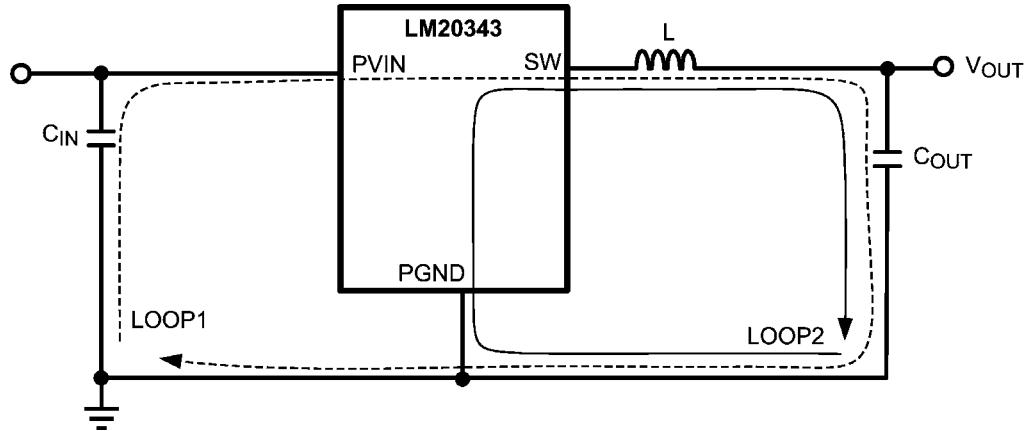

FIGURE 13. Schematic of LM20343 Highlighting Layout Sensitive Nodes
1. スイッチングされた電流ループの面積を最小限に抑えます。降圧型レギュレータには電流が高いスルーレートでスイッチする 2 個のループが存在します。最初のループは入力コンデンサから始まり、レギュレータの VIN ピン、レギュレータの SW ピン、インダクタ、そして出力コンデンサおよび出力負荷につながる経路です。もう 1 つは、出力コンデンサのグランドから始まり、レギュレータの GND ピンを通って、インダクタから出力負荷へと至るループです (Figure 13 参照)。両方のループ面積を最小化するために、入力コンデンサを VIN ピンの可能な限り近くに配置してください。入出力コンデンサのグランドは両方供共、グランドおよび露出パッド (EP) に接続された小面積の表層のプレーンに接続してください。インダクタを SW ピンおよび出力コンデンサに最短距離で配置してください。